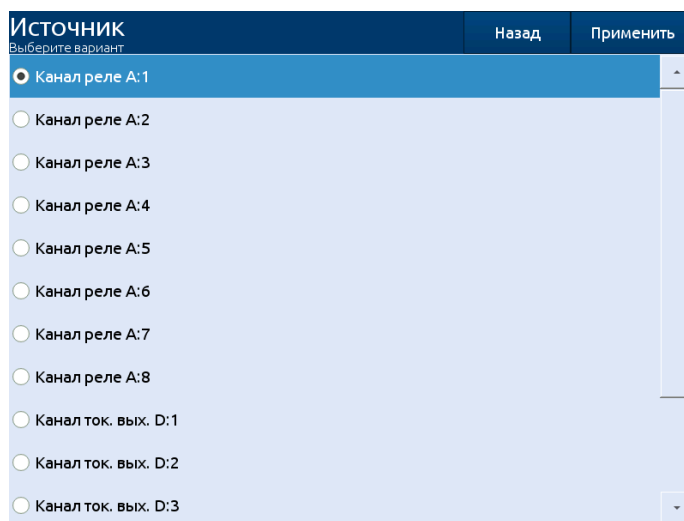

Рисунок 2.54
- канал одного из выходных модулей, установленных в соответствующие слоты (см. рисунок 2.54). Информацию о выходных модулях см. в п. 2.16.2 «Встроенные выходы»;